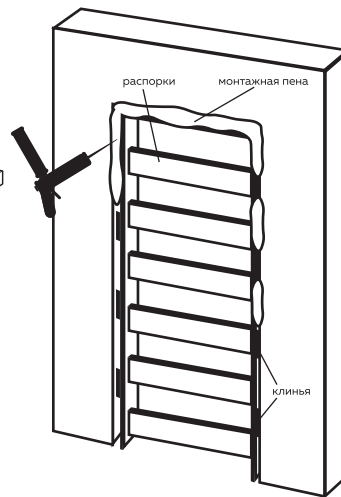

Рис. 3
- В просвете дверного проема – рейками, или иным жестким материалом (рис. 3) следующего размера = (ширина полотна) + 2 x (выбранный зазор).
- установите распорки в просвет коробки в количестве не менее 3-х штук (рис. 3). Распорки должны быть равномерно распределены по высоте. Если Вы не вставили распорки в просвет коробки, то расширяющаяся пена может искривить коробку.
- монтажный зазор между коробкой и стеной заполняется специализированной монтажной пеной для монтажа дверных блоков (рис. 3).